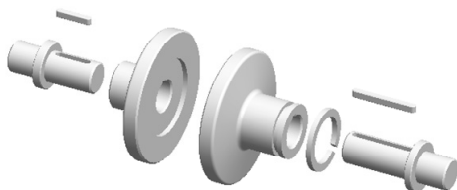

图 4.6.26 爆炸视图
Step3. 选择下拉菜单 **插入(I) →  爆炸视图(V)...** 命令，创建图 4.6.26 所示的爆炸视图（具体操作步骤此处不做赘述，如有需要，请查阅本系列丛书的相关书籍）。